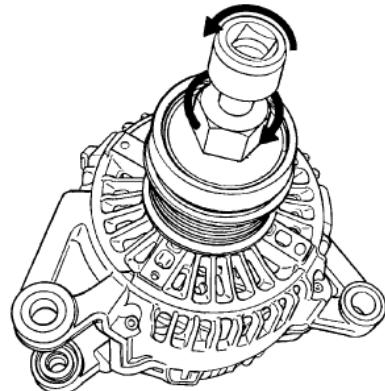

Fig 3
11. Install New OAD pulley onto alternator shaft by hand and then tighten with Miller special tool #8433A to **47-62 ft lbs/65-85Nm**. (See fig3)
11. Installer manuellement une nouvelle poulie de découpeur et serrer ensuite à l'aide de l'outil spécial Miller n° 8433A à **47-62 pi-lb/65-85 N.m.** (voir fig. 3)
11. Instale con la mano la polea del nuevo OAD en el eje del alternador y luego ajuste con una herramienta Miller especial número 8433A a **47-62 ft lbs/65-85Nm**. (Ver fig. 3)